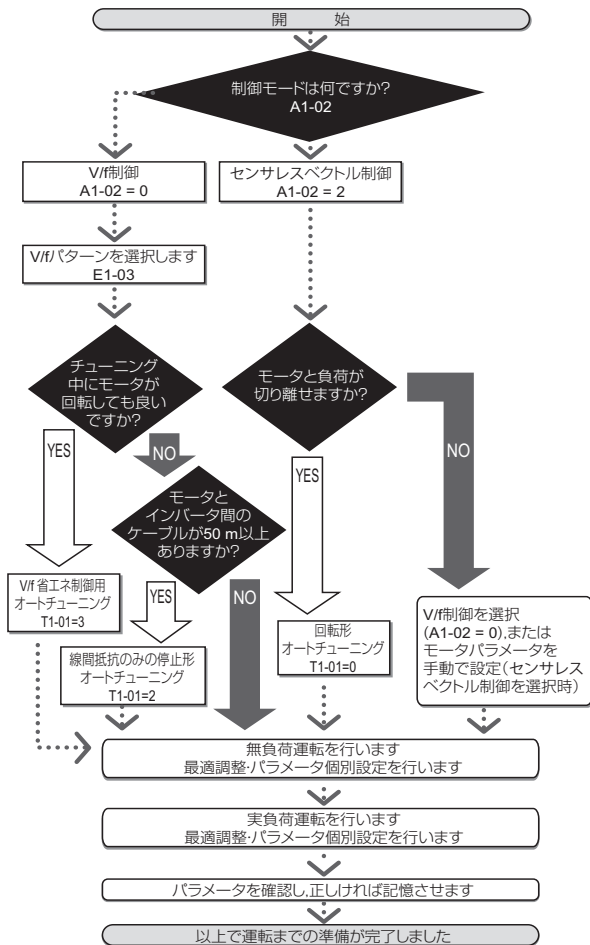

図 4.13 オートチューニングの選択
2. 図 4.13 を参照して、どのオートチューニングのモードが最適か確認してください。